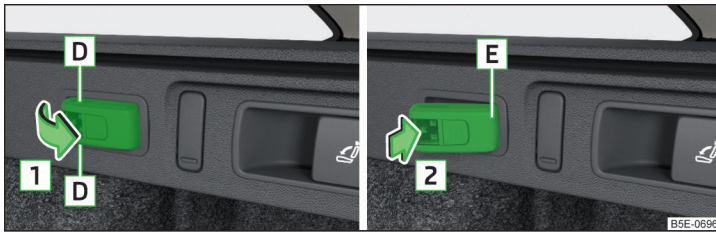

Abb. 139 Leuchte herausnehmen / Leuchte einsetzen
- Zum **Herausnehmen** die Leuchte im Bereich **D** fassen und in Pfeilrichtung **1** herausschwenken » Abb. 139.
- Zum **Einsetzen** die Leuchte zuerst mit dem hinteren Teil **E** in die Halterung einsetzen » Abb. 139 und danach die Leuchte in Pfeilrichtung **2** nachdrücken, bis diese hörbar einrastet.